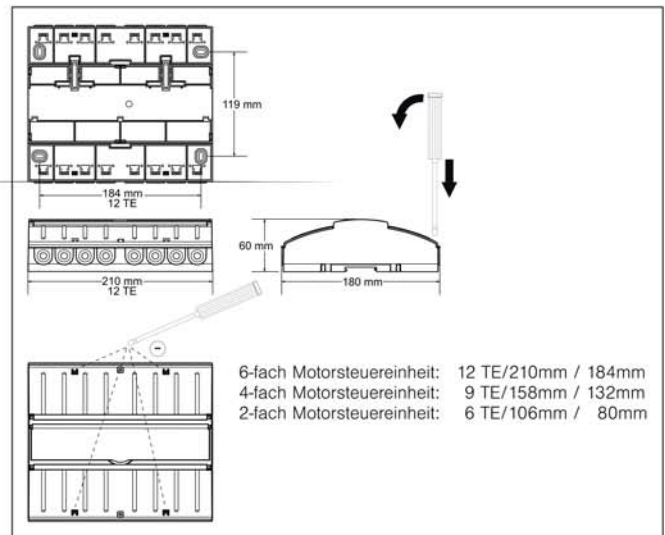

Abb. 2 AP-Gehäuse MSE Inside 2, 4, 6
- AP: Führen Sie einen Schlitzschraubendreher (Empfehlung: Klinge 3,0 - 4,0mm) in die jeweilige Deckelöffnung ein (s. Abb. 2) und hebeln Sie den Klappdeckel vorsichtig auf. Wiederholen Sie den Vorgang für die zweite Öffnung des Deckels. Wenn beide Verrastungen gelöst sind, lässt sich der Deckel aufklappen. Den zweiten Deckel können Sie auf die gleiche Weise öffnen. Alternativ kann die AP-Variante auch auf einer Hutschiene (TH 35-15 nach EN 60715: 2001) montiert werden. Für den Einsatz in Feuchträumen ist das Gerät nicht geeignet.
Abmessungen in mm	siehe Abb. 2,3,4,5